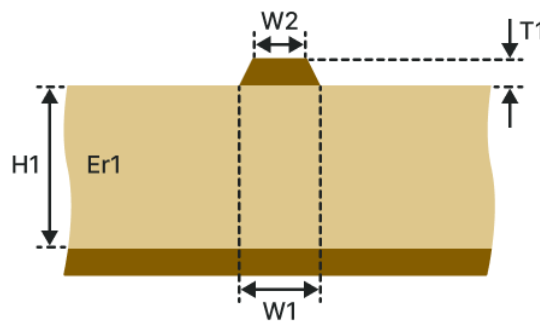

Рис. 129 Микрорисковая ЛП (М-1Н)
- Микрорисковая ЛП (М-1Н), см. Рис. 129.